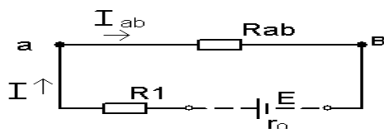

рис. 3
- 2.5. Эквивалентное сопротивление цепи относительно зажимов источника (рис. 3):
3. Определим ток всей цепи: (закон Ома для цепи, рис. 3).
4.1. $I_1 = I_{ab} = I = 5\text{ А}$ (схема рис. 3);